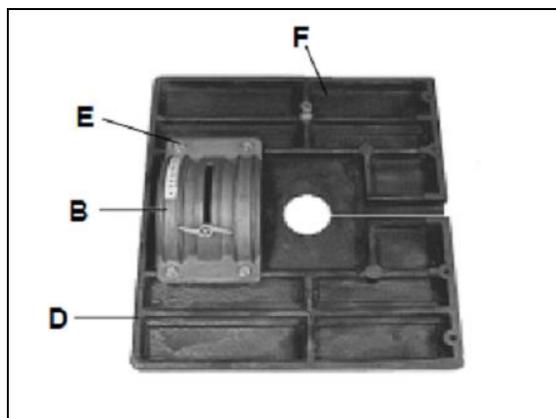

Fig 3
Positionner le dispositif de bascule de la table (B, Fig 3) sous la table de la scie (D) en utilisant les 4 vis hexagonales M8 x